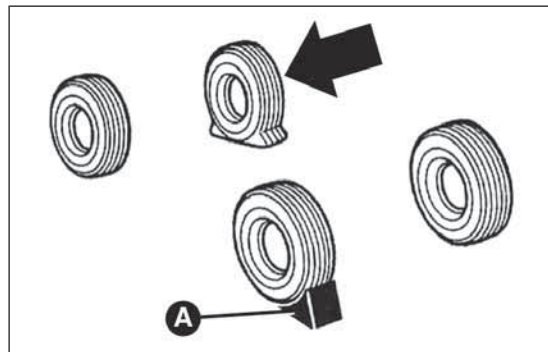

fig. 35
- ☐ colocar la cuña en la parte trasera, en la rueda diagonalmente opuesta a la que se desea sustituir (ver fig. 35) para prevenir movimientos del vehículo cuando esté levantado;